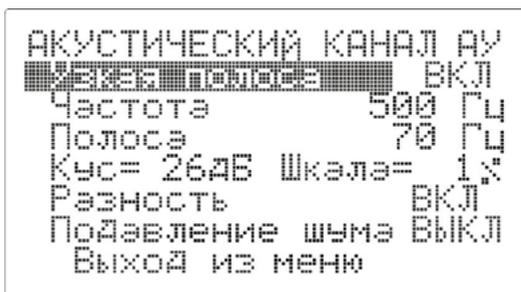

Рисунок 11 – Строка меню «Узкая полоса»
- 4.8.2.2 Строка меню «Узкая полоса» в режиме «ВКЛ» (рис. 11).